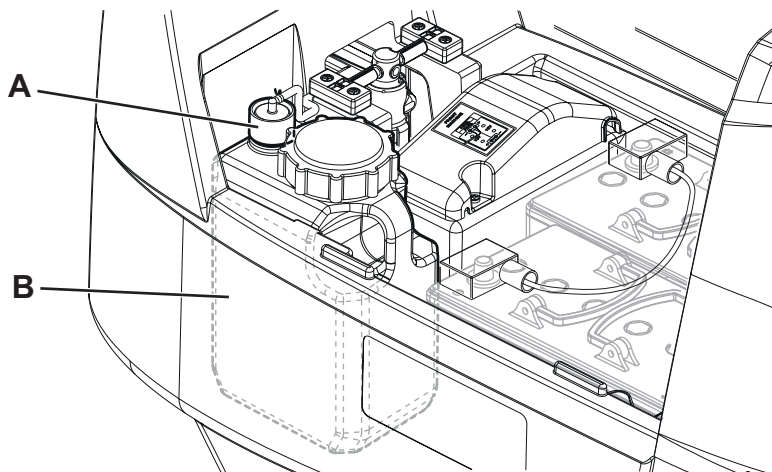

Рис. 15
2. Убедитесь, что машина отключена и ключ пользователя (51) извлечен.
3. Поднимите крышку (34) и проверьте, что бак (33) пуст, если нет, опорожните его с помощью сливного шланга (12).
4. Закройте крышку (19).
5. Возьмитесь за ручку (16) и осторожно поднимите бак (33).
6. Открутите крышку (А, Рис. 15) бака моющего раствора (В).